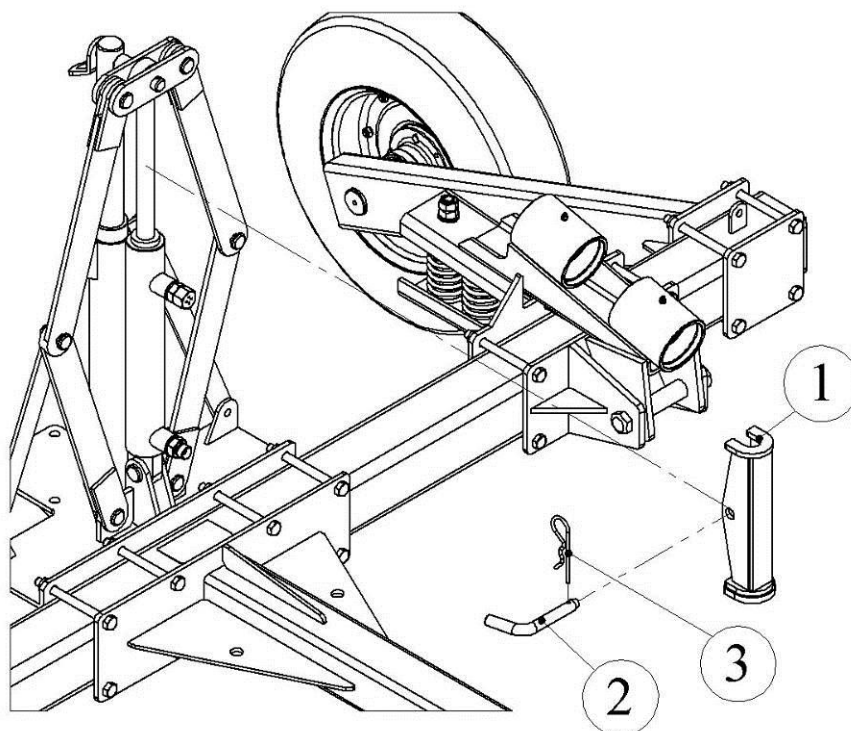

Рис. 4.7.4. Установка транспортного ограничителя
5. С помощью гидравлики трактора разложить боковые секции граблей, предварительно сняв транспортный ограничитель (поз. 1, рис. 4.7.4).
- установить транспортный ограничитель на шток гидроцилиндра, зафиксировав его стопорным пальцем и чекой (П. 4.7.7; поз.1, рис. 4.7.4);